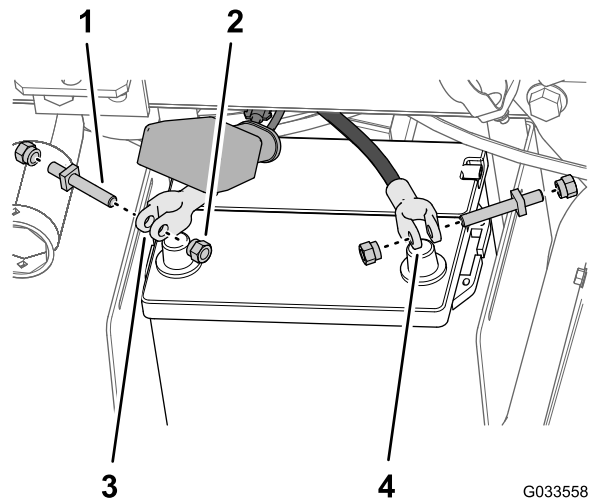

Figure 30
5. Fixez légèrement un boulon de borne et un écrou de serrage sur les colliers des câbles positif et négatif de la batterie (Figure 30).